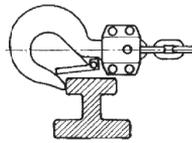

Рисунок 4.2.
- Никогда не нагружайте конец крюка (Рисунок 4.2).